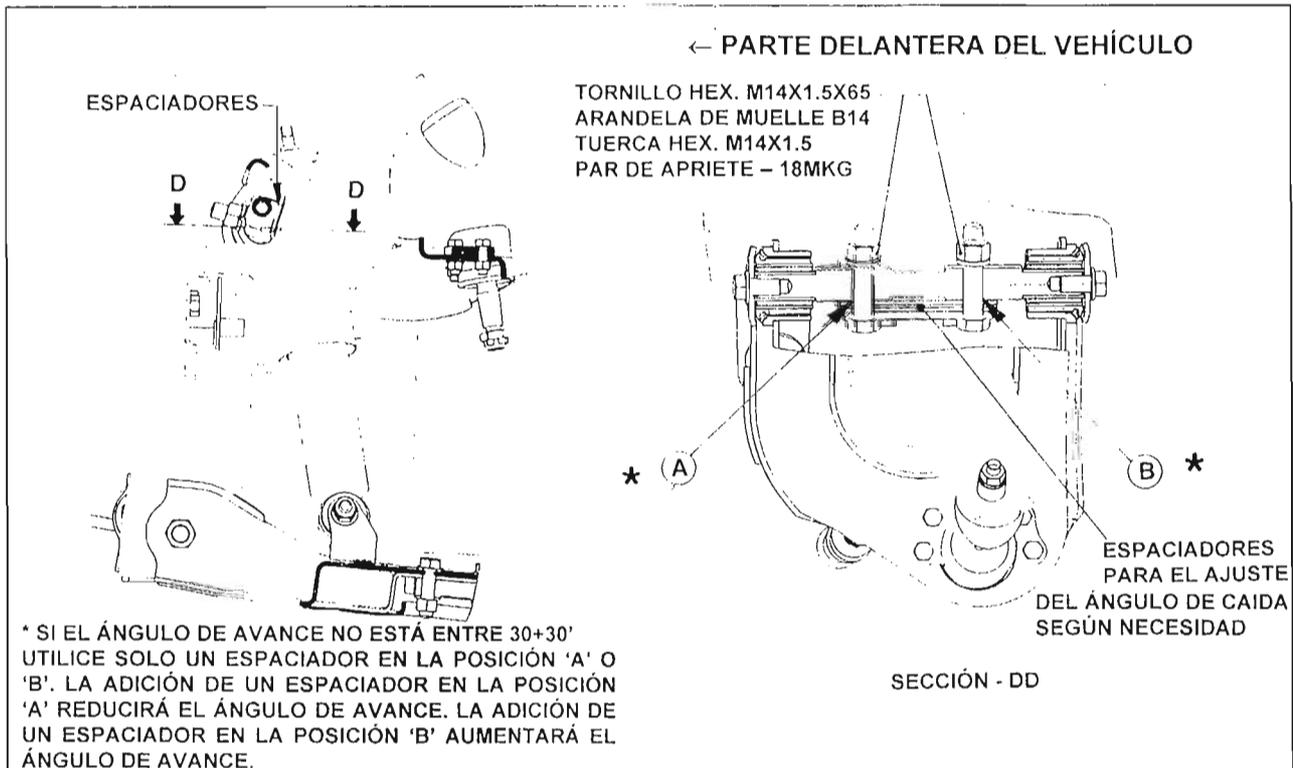

Fig.22 – Ajuste del ángulo de caída y del ángulo de avance
7A. AJUSTE DEL ÁNGULO DE CAÍDA (FIG.22)
7B. AJUSTE DEL ÁNGULO DE AVANCE (Fig. 22)
- La adición de espaciadores en la posición 'A' reducirá el ángulo de avance y en la posición 'B' aumentará el ángulo de avance. Ajuste el ángulo de avance a $3^\circ \pm 30'$ como se indica en Fig.22.
- Compruebe el ángulo de avance. Si el ángulo de avance no está entre $3^\circ \pm 30'$ añada solo un espaciador de 0.8mm de espesor en la posición 'A' o 'B' como se indica en Fig.22.